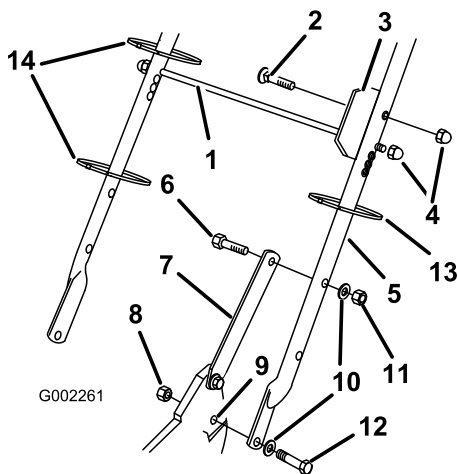

Figura 3
1. Fije el manillar al exterior de la carcasa del cortacésped (usando el taladro inferior) con 2 pernos (5/16 x 1-1/4 pulgadas), arandelas y contratuercas finas (5/16 pulgada) (Figura 3).
- Fije los cierres del manillar al manillar con dos pernos (5/16 x 1-1/2 pulgadas), arandelas, y contratuercas (5/16 pulgadas) (Figura 3).
- Introduzca el perno a través de la chapa de alineación de la bolsa y el segundo taladro desde arriba del lado izquierdo del manillar, y fíjelo con una contratuerca de caperuza (Figura 3).
- Deslice la varilla de soporte de la bolsa por el tercer (desde arriba) taladro de montaje de cada lado del manillar y fije cada extremo con una contratuerca de caperuza (Figura 3).
- Utilice sujetacables para fijar los cables de control al manillar (Figura 3).